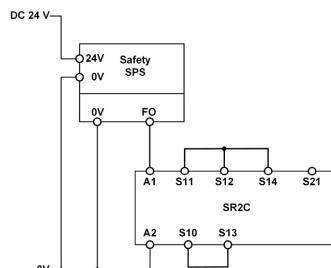

Fig. 10 : Raccordement à un automate de sécurité (cat. 4, jusqu'à PL e)
- ▶ Pour les applications selon les Fig. 9 et Fig. 10, respecter les points suivants :